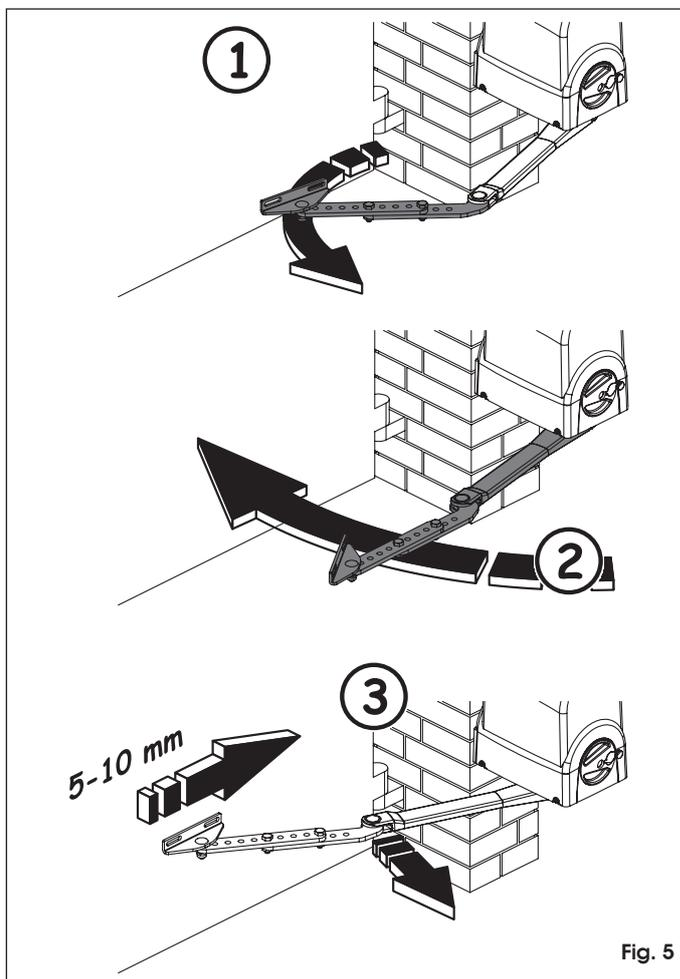

Fig. 5
- Aligner les deux bras, Fig. 5 réf. ①.
- Tourner les deux bras jusqu'à ce que la patte antérieure soit au contact du vantail, Fig. 5 réf. ②, de manière à déterminer la position de fixation.
- Faire reculer la patte de 5 - 10 mm, en pliant le bras, et marquer les positions de fixation, Fig. 5. réf. ③.